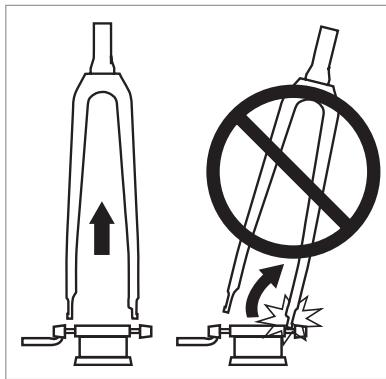

図 12
- 自転車を取り外すには、フォークを真っすぐ持ち上げて均等にドロップアウトの係合を外します。ラックから自転車が傾いていると、ドロップアウトが損傷する恐れがあります(図 12)。